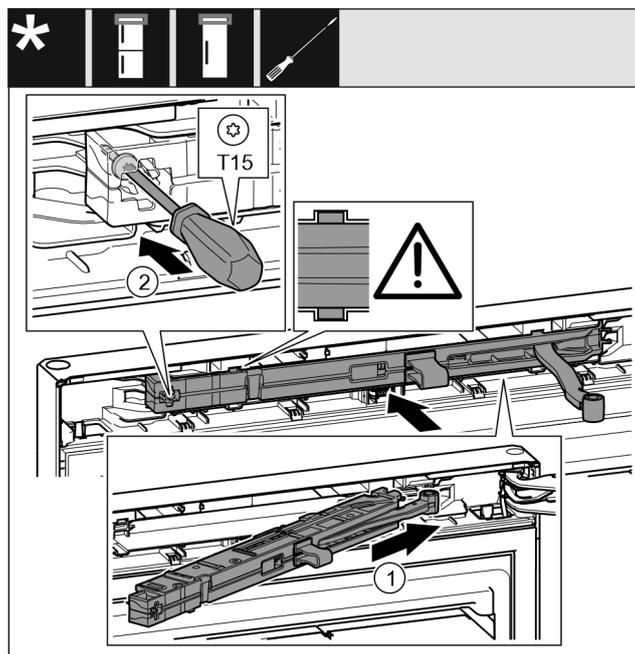

Fig. 24
- ▶ Вставьте узел амортизатора в выемку со стороны опорного кронштейна под наклоном до упора. Fig. 24 (1)
- ▶ Затяните винт отверткой T15. Fig. 24 (2)